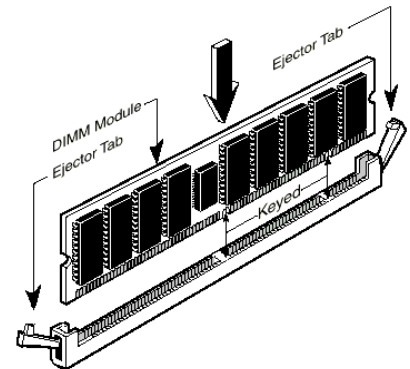

Abb. 2-6. Installation der Speichermodule
Schritt 5. Das DIMM-Modul wie in der Abbildung gezeigt in die Erweiterungssteckfassung einschieben. Auf die Verzahnung des Moduls zur Übereinstimmung mit der Steckfassung achten. In der Abbildung 2-6 sind Einzelheiten dargestellt. **Dadurch wird sichergestellt, daß das DIMM-Modul nur in eine Richtung in die Fassung einmontiert werden kann.** Das DIMM-Modul fest in die DIMM-Fassung eindrücken und sicherstellen, daß das Modul fest in der DIMM-Steckfassung sitzt.